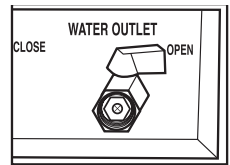

Fig. 2
3. Enjuague cuidadosamente la cuba, y luego vacíela, abriendo la válvula de desagüe (“WATER OUTLET”), accesible cuando el panel de puerta está abierto (Fig. 2). Nota: es posible conectar un tubo (no incluido) a la válvula de desagüe, usando una conexión NPT ½ x 12). Abra (posición “OPEN”) la válvula y vacíe el agua en un balde o recipiente similar.
Apague y desconecte el aparato. Permita que el agua se enfríe hasta llegar a la temperatura ambiente. (Fig. 2). Nota: es posible conectar un tubo (no proveído) a la válvula de desagüe, usando una conexión NPT ½ x 12), o vaciar el agua directamente por la válvula. Abra (posición “OPEN”) la válvula y vacíe el agua en un balde o recipiente similar.